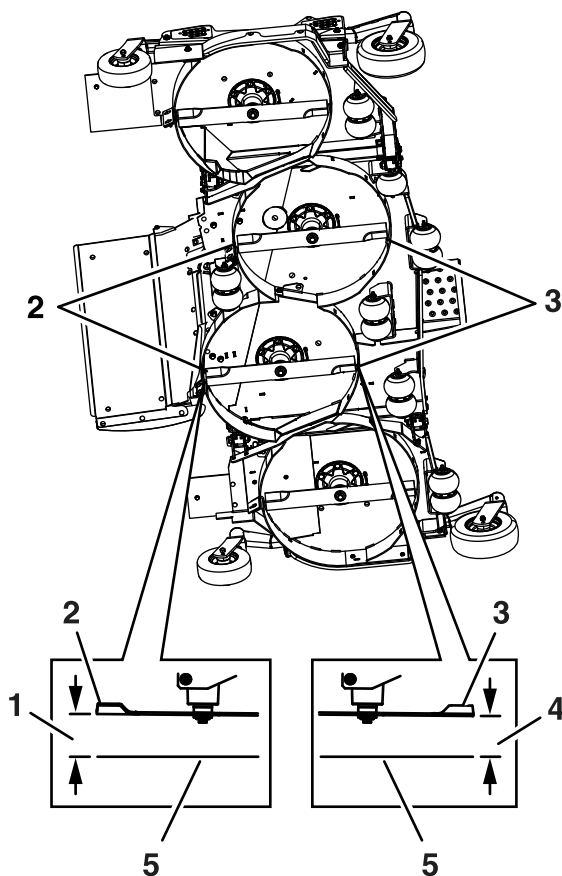

Figure 71
10. Mesurez la distance entre la surface plane et la pointe avant des lames gauche et droite du tablier central (**Figure 71**).